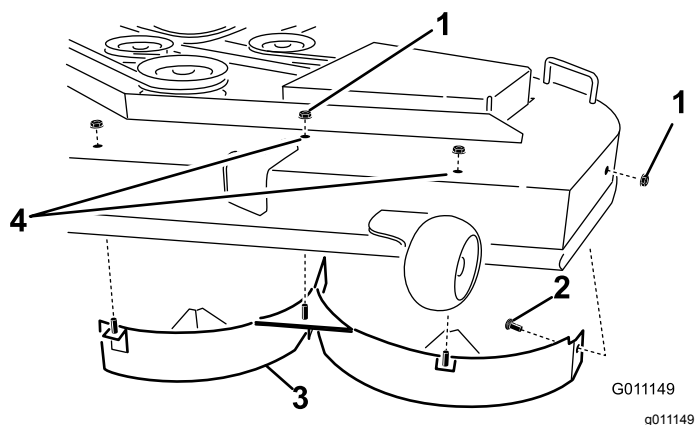

Figura 16
4. Rimuovete i 3 dadi di bloccaggio (5/16") fissati sui perni saldati del deflettore sinistro in posizione centrale, a sinistra del centro ed estrema sinistra, sulla parte superiore del piatto di taglio (Figura 16).
5. Rimuovete il bullone a testa tonda e il dado di bloccaggio che fissano il deflettore sinistro al lato del piatto di taglio (Figura 16).
6. Staccate il deflettore di sinistra dal piatto di taglio (Figura 16).
7. Individuate i 2 bulloni tra le parti sciolte e utilizzate i dadi di bloccaggio esistenti e montate questi elementi di fissaggio nei fori illustrati nella Figura 16, sul piatto di taglio, per prevenire il rischio di detriti volanti.